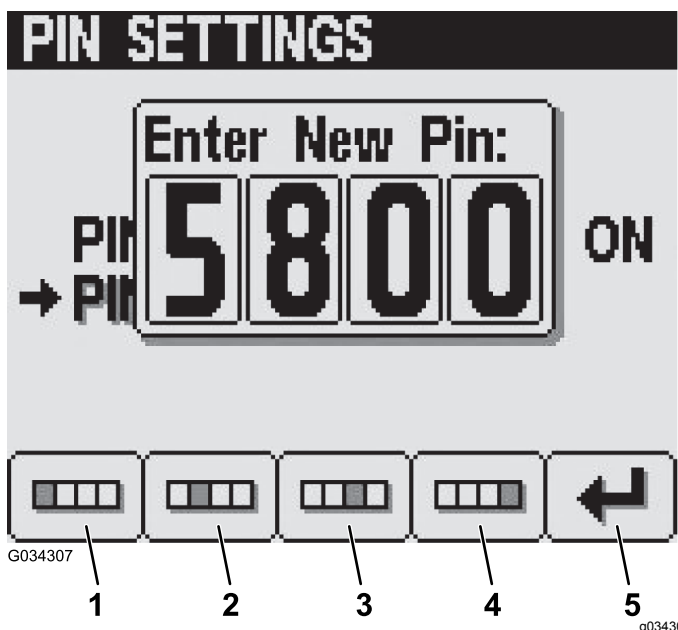

Figura 29
5. Introduzca su nuevo PIN con los botones 1 a 4 y pulse el botón 5 cuando haya finalizado el nuevo PIN (Figura 29).